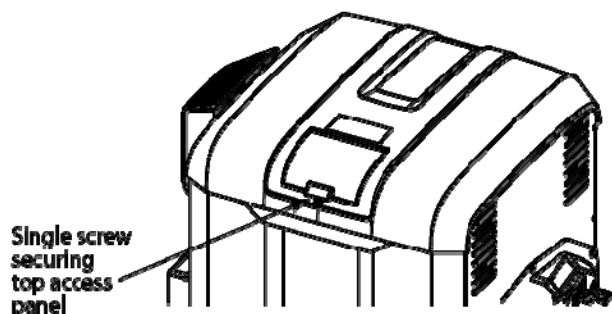

Figura 12: Ubicación de los tornillos del panel de acceso superior
1. Quite el tornillo que sujeta el panel de acceso superior a la parte superior del gabinete (consulte la Figura 12).